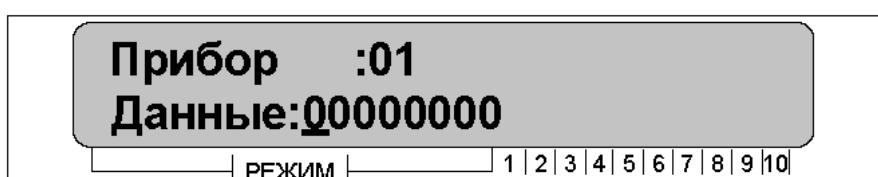

Рисунок 16
- для ввода ID-номера прибора необходимо нажать клавишу «ВВОД», под первым знаком 8-значного ID-номера в строке «Данные» должен появиться курсор, рисунок 16;